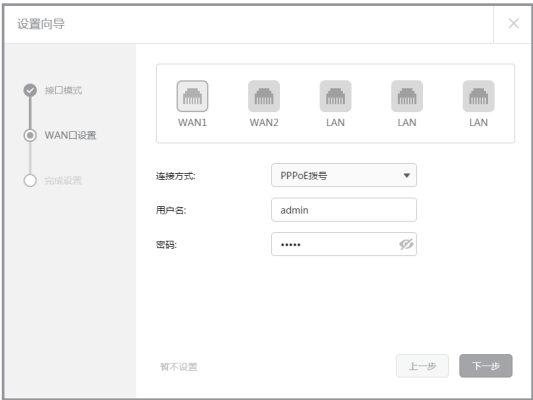

图4-3 上网方式--PPPoE
1) 如果上网方式为PPPoE，即ADSL虚拟拨号方式，则需要填写网络服务商提供的上网账号和密码，如图4-3所示。